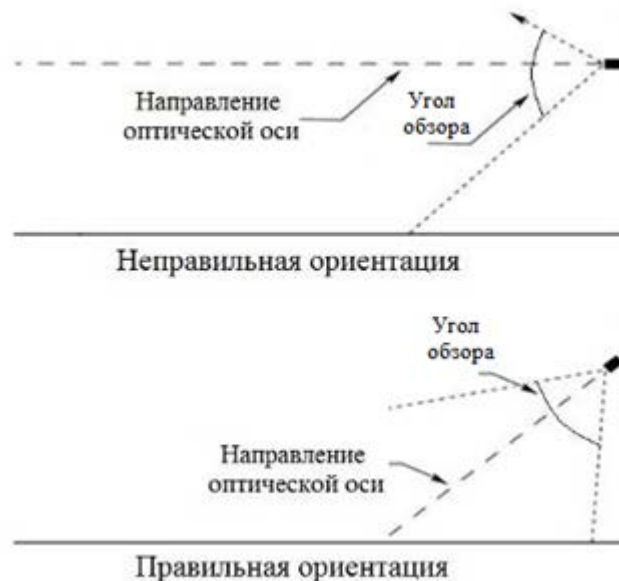

Рисунок 4 – Установка извещателя по отношению к горизонту
При отсутствии HART-коммуникатора настройка параметров производится с компьютера по интерфейсу RS-485 через преобразователь RS-485/USB с помощью универсальной программы-конфигуратор «Spectron». Для этого плата HART снимается с платы коммутации (см. рис. 4) обеспечивая доступ к клеммам «МА» и «МВ» выхода RS-485.
- Извещатель должен быть нацелен на объект по нисходящей под углом к горизонту, по крайней мере, 10 - 20 градусов (см. рис. 4). Такая установка предотвращает скопление влаги на смотровом окне.